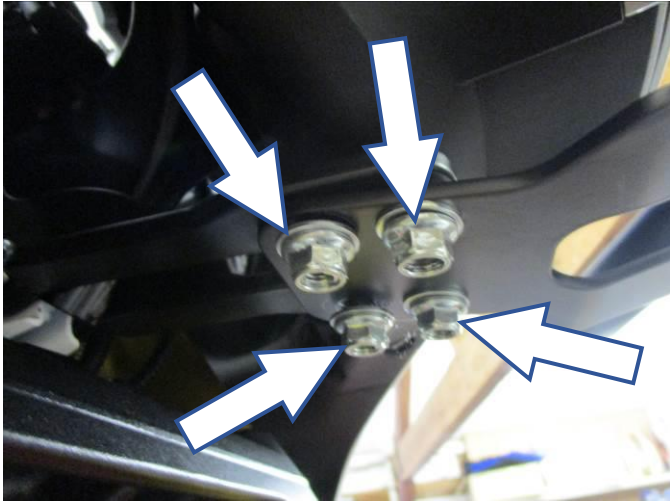

Abbildung 13
- Das obere Rohr (**Artikel 3**) in Position bringen wie in **Abbildung 12** abgebildet und mit den vier Muttern mit Unterlegscheiben (**Artikel 10 und 14**) sichern wie in **Abbildung 13** abgebildet – zu diesem Zeitpunkt nicht festziehen.